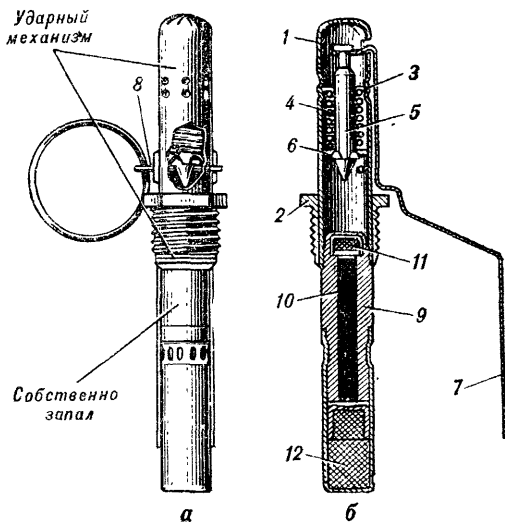

Рис. 4. Запал гранаты УЗРГМ (УЗРГМ-2):
**8. Запал гранаты УЗРГМ (УЗРГМ-2)** (унифицированный запал ручной гранаты модернизированный) предназначается для взрыва разрывного заряда (рис. 4). Он состоит из ударного механизма и собственно запала.
**Собственно запал** (см. рис. 4) служит для взрыва разрывного заряда гранаты. Он состоит из втулки замедлителя, капсюля-воспламенителя, замедлителя и капсюля-детонатора.
**17. Запал гранаты УЗРГМ (УЗРГМ-2)** (рис. 4) предназначается для взрыва разрывного заряда гранаты.